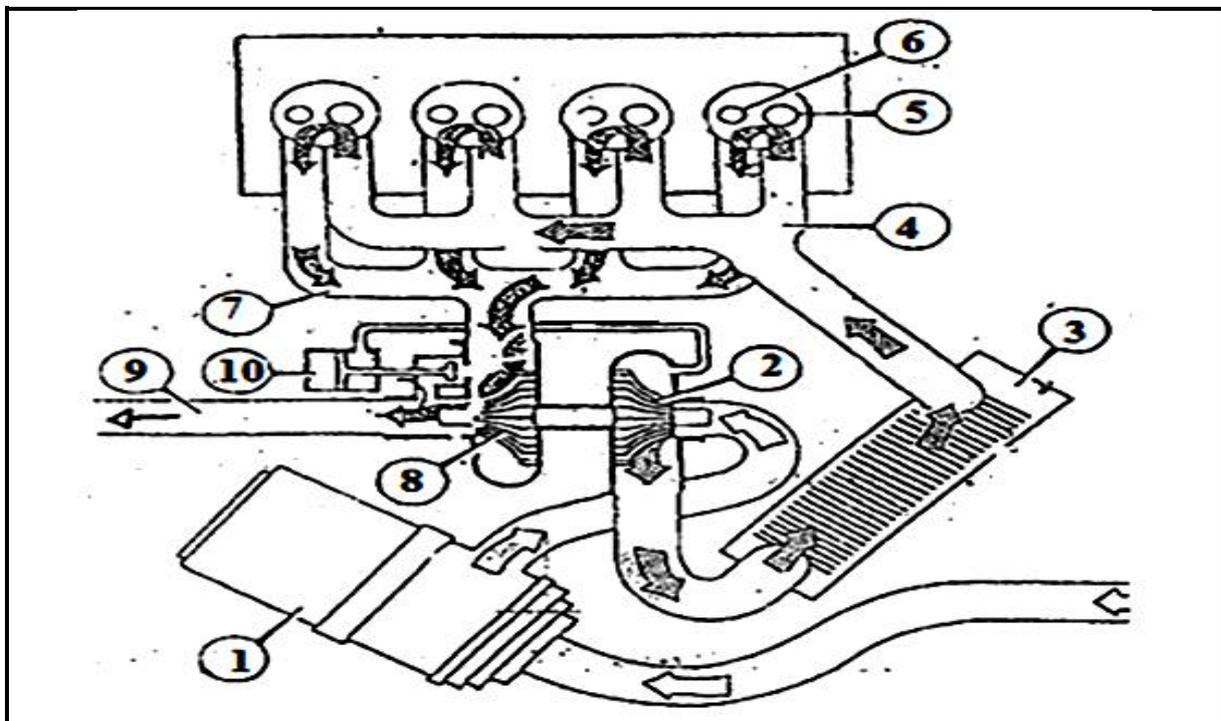

Figure 2 : Système de suralimentation
I.1.7 Après avoir déposé les poussoirs du véhicule de votre cliente, vous constatez que certains éléments repérés de la **figure 2** ci-dessus sont défectueux. Pour chacun des éléments repérés dans le **tableau 1** ci-dessous, indiquer le repère correspondant. (0.25pt×8=2pts)
I.2.1 Après essai du véhicule de votre cliente Mme **TSONGO** Rosalie, vous constatez que la pression d'air d'admission dans les cylindres est faible et Les performances du moteur en baisse. Vous incriminez donc le turbocompresseur. La **figure 2** ci-dessous représente le moteur turbocompressé du véhicule de votre client. Enoncer la nécessité du turbocompresseur **(1pt)**
I.2.2 Indiquer deux (02) solutions employées par les constructeurs pour améliorer le taux de remplissage des moteurs non suralimentés. **(0.5pt x 2 = 1pt)**
I.2.3 Après avoir déposé les organes du système de suralimentation du véhicule de votre cliente, vous constatez que certains éléments repérés de la **figure 2** ci-dessus sont défectueux. Pour chacun des éléments repérés dans le **tableau 2** ci -dessus, rechercher un nom. **(0.25ptx10=2.5pts)**